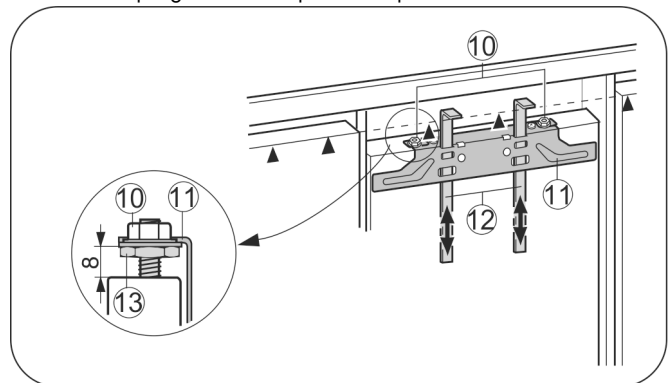

Fig. 25
- Pousser les gabarits de montage Fig. 25 (12) vers le haut à hauteur de porte du placard. Bord inférieur de butée ▲ du gabarit de montage = bord supérieur de la porte du placard à monter.
- ▶ Dévisser la traverse de fixation Fig. 25 (11) au moyen des contre-écrous Fig. 25 (10).